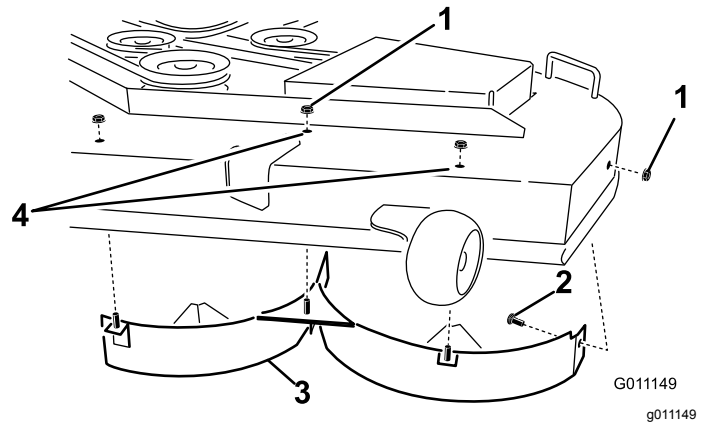

Figura 35
4. Retire las 3 contratuercas (5/16") de las clavijas soldadas del deflector izquierdo, en la parte superior de la carcasa del cortacésped, en las posiciones centro, centro izquierda e izquierda (Figura 35).
5. Retire el perno de cuello cuadrado y la contratuerca, situados en la pared lateral de la carcasa del cortacésped, que sujetan el deflector izquierdo a la carcasa (Figura 35).
6. Retire el deflector izquierdo de la carcasa del cortacésped (Figura 35).
7. Localice los 2 pernos en las piezas sueltas, y utilice las contratuercas existentes para instalar estas fijaciones en los taladros indicados en Figura 35 de la carcasa del cortacésped para evitar que se arrojen residuos al aire.